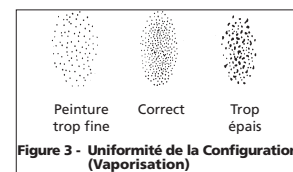

Figure 3 - Uniformité de la Configuration (Vaporisation)
- Tirer brusquement sur la gâchette en tournant le bouton de réglage de fluide au sens contraire des aiguilles d'une montre. Observer la configuration du débit sur la cible et ajuster le bouton de réglage de fluide jusqu'à ce que vous obtenez la configuration (vaporisation) désirée (Voir Figure 3).